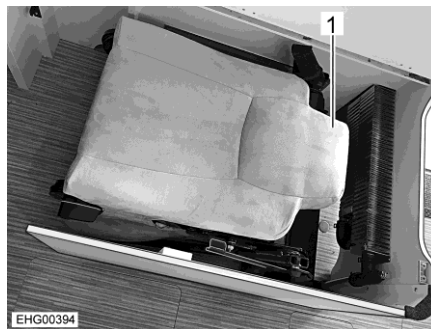
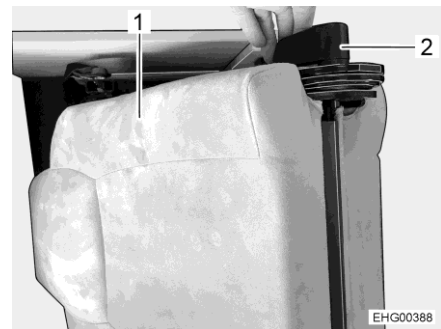

Bild 21 Extrastol, ihopfälld
Bild 22 Ryggstöd, övre del
- Lossa låset (Bild 22,2) på ryggstödet.
- Vrid den övre delen av ryggstödet (Bild 21, 1 och Bild 22, 1) uppåt.